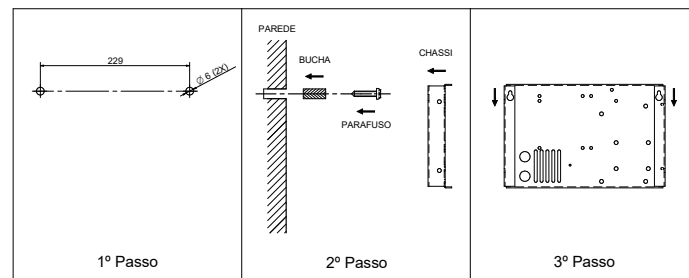

Figura 14
- Para a fixação do módulo de controle, o instalador deve fazer uso do kit de parafusos que acompanha seu aparelho, para isso devem ser feitos dois furos de 6 mm a uma distância de 229 mm entre eles, conforme ilustrado na figura 14.